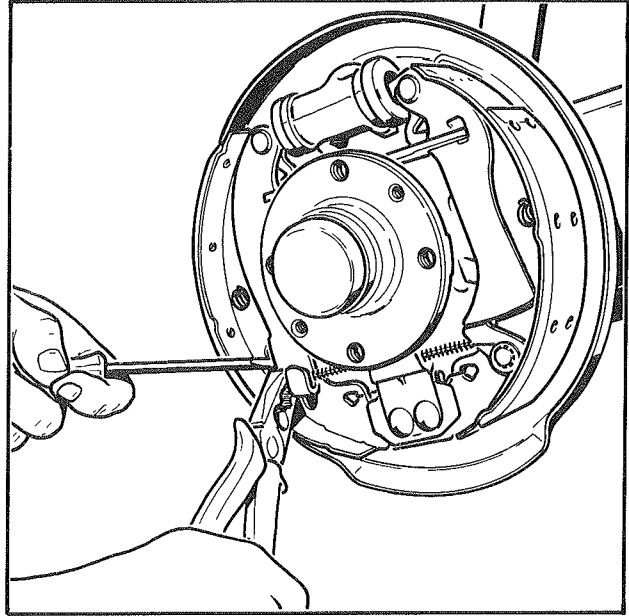

Fig. 2
- Désaccoupler le câble de frein à main (fig. 2).